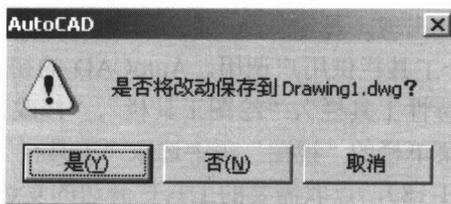

图 1-15 “警告”对话框
当用户发出“退出”命令, 而当前图形经修改又尚未存盘时, 屏幕即显示“警告”对话框(图 1-15), 询问用户是否保存所作改动: “是 (Y)”表示保存所作改动; “否 (N)”表示放弃保存; “取消”则表示取消“退出”命令, 继续使用当前画面。只有当用户作出明确选择后, 才能退出系统。